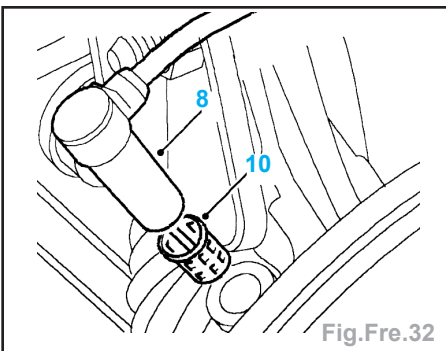

Fig.Fre.32
- la fiche multibroches (4) de l'attache et la débrancher,
- la virole (5) de la bajoue d'aile et faire passer le faisceau au travers,
- Déposer : (Fig.Fre.32)